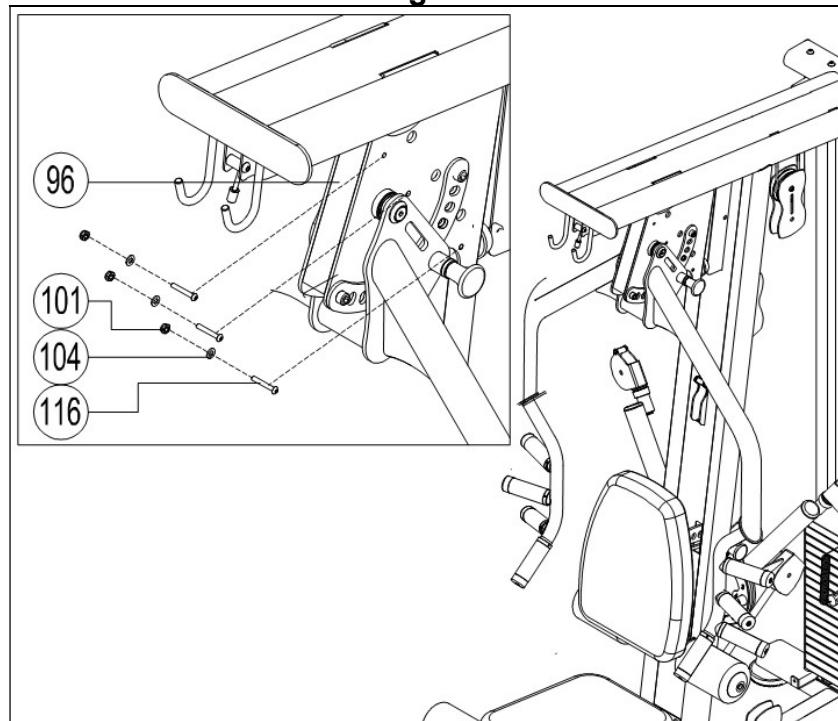

Fig.15
15.- Pase el cable (39) por la tapa (41) y el eje (42) Fig.15. Enganche un extremo de la cadena (44) al eje (42) y el otro lado a la barra (77), Fig.15. Fije el otro lado del cable (39) con la flauta (29), Fig.15.